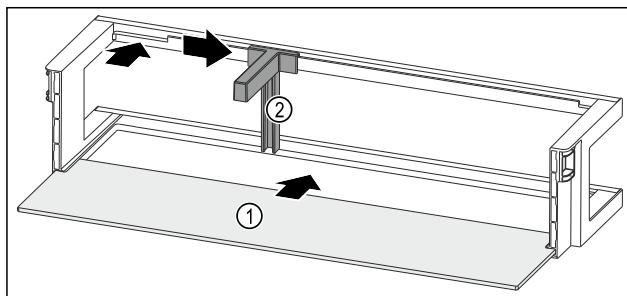

Fig. 53 Dveřní přihrádka s odkládací plochou
- ▶ Odkládací plochu Fig. 53 (1) zasuňte do bočních vybrání.
- ▶ Držák lahví Fig. 53 (2) vložte do vybrání.
- ▶ Držák lahví Fig. 53 (2) posuňte na stranu do požadované polohy.